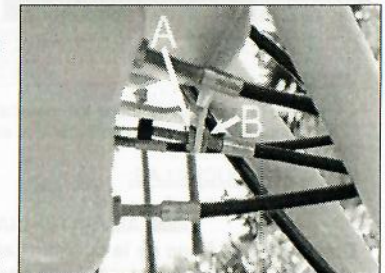

Figura 14
- Para tensar el cable de tensión: desatornille el tornillo de fijación (A, figura 14) y atomille la tuerca B contra la tuerca de fijación A. Pruebe la máquina de nuevo. Realice el ajuste otra vez en caso necesario.